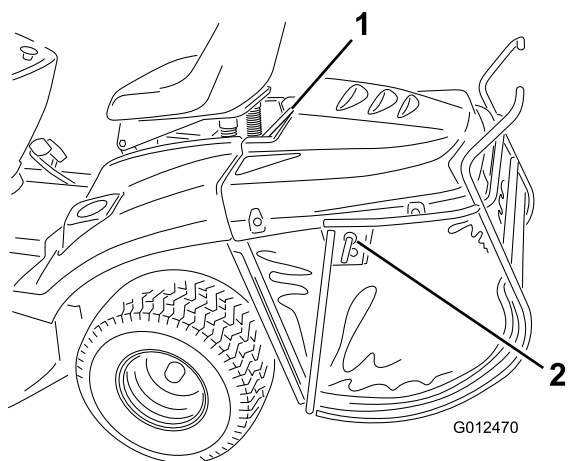

Bild 15
1. Entriegeln Sie ggf. den Arretierbolzen (Bild 15).